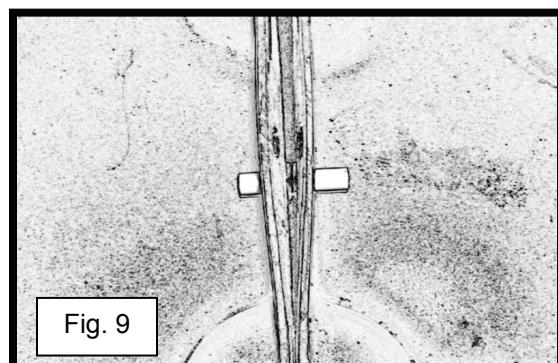

Fig. 9
- 8) Nadat de buis door beide ringen steekt, controleert u of de buis zich ongeveer in het midden tussen beide vergaarbakken bevindt (zie fig. 9).